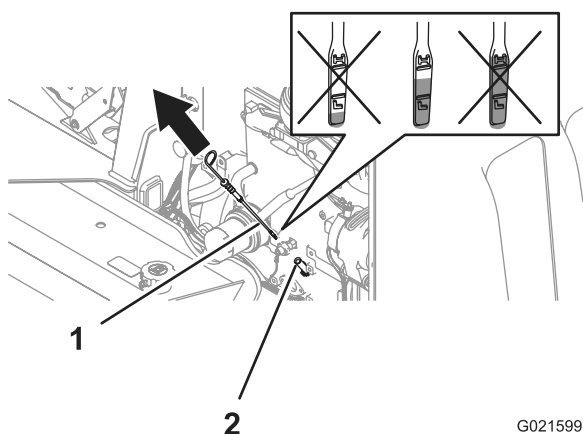

Figura 22
2. Remova a vareta de nível (Figura 22) e limpe-a com um pano limpo (Figura 22).
3. Introduza a vareta de nível até o fim do tubo e torne a removê-la (Figura 22).